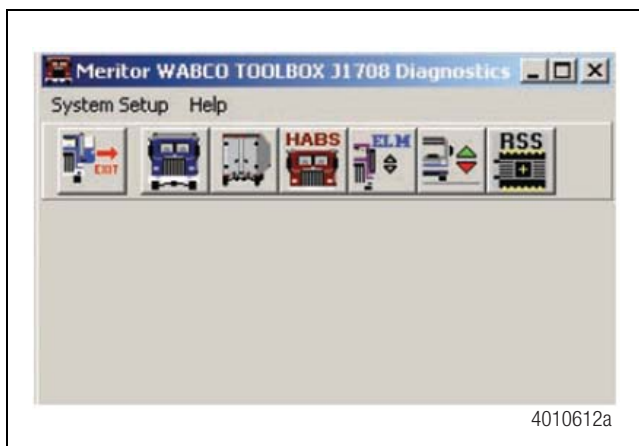

Figura 9.2
- Las comunicaciones J1708 son posibles con cualquier versión del software TOOLBOX™ y con cualquier ECU de ABS. Figura 9.2.